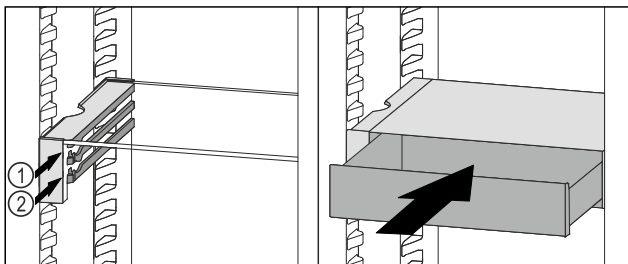

Fig. 186
- Vendosni sirtarin VarioSafe prapa ndaluesve në brinjën që dëshironi *Fig. 186 (1)* ose *Fig. 186 (2)*.